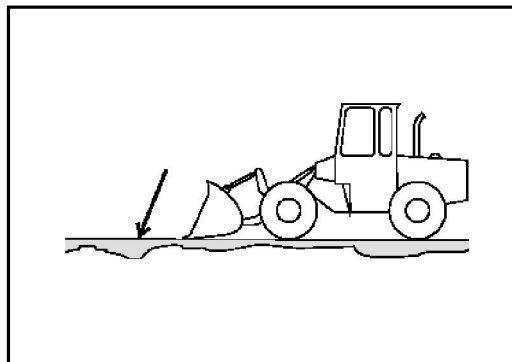
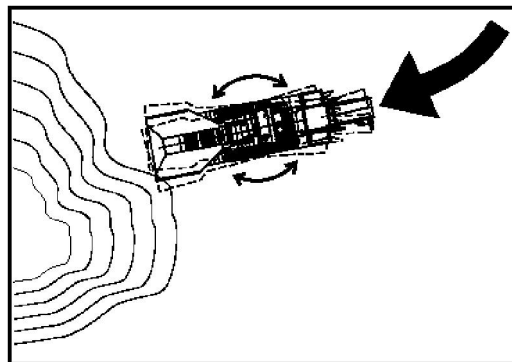

Рисунок 7.3: Разровняйте некоторое количество мелкого материала на рабочей площадке
Рисунок 7.4: Уплотните грунт на рабочей площадке несколькими проходами агрегата
1. А) Демонтируйте бункер питателя. Уберите все клинья. Сложите заднюю стенку (смотри также рисунок 7.4)
Дробильная установка должна устанавливаться на ровной поверхности. Не допускается раскачивание дробильной установки. Необходимо спланировать поверхность в том месте, где будет установлена дробилка. Для этого разровняйте на этом месте некоторое количество мелкого материала (рис. 7.3). Затем необходимо уплотнить этот грунт, переместив дробилку несколько раз по этому участку (рисунок 7.4).